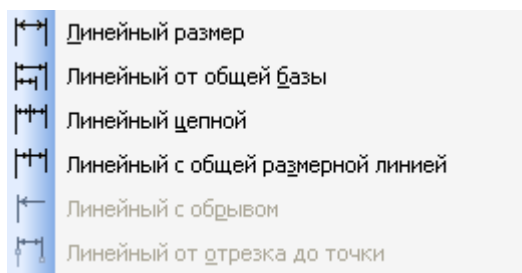

Рисунок 4.6 Спливаюче меню проставляння лінійних розмірів
– клацніть у спливаючому меню по пункті, наприклад, **Линейный**. З'явиться друге спливаюче меню, показане на рис. 4.6.